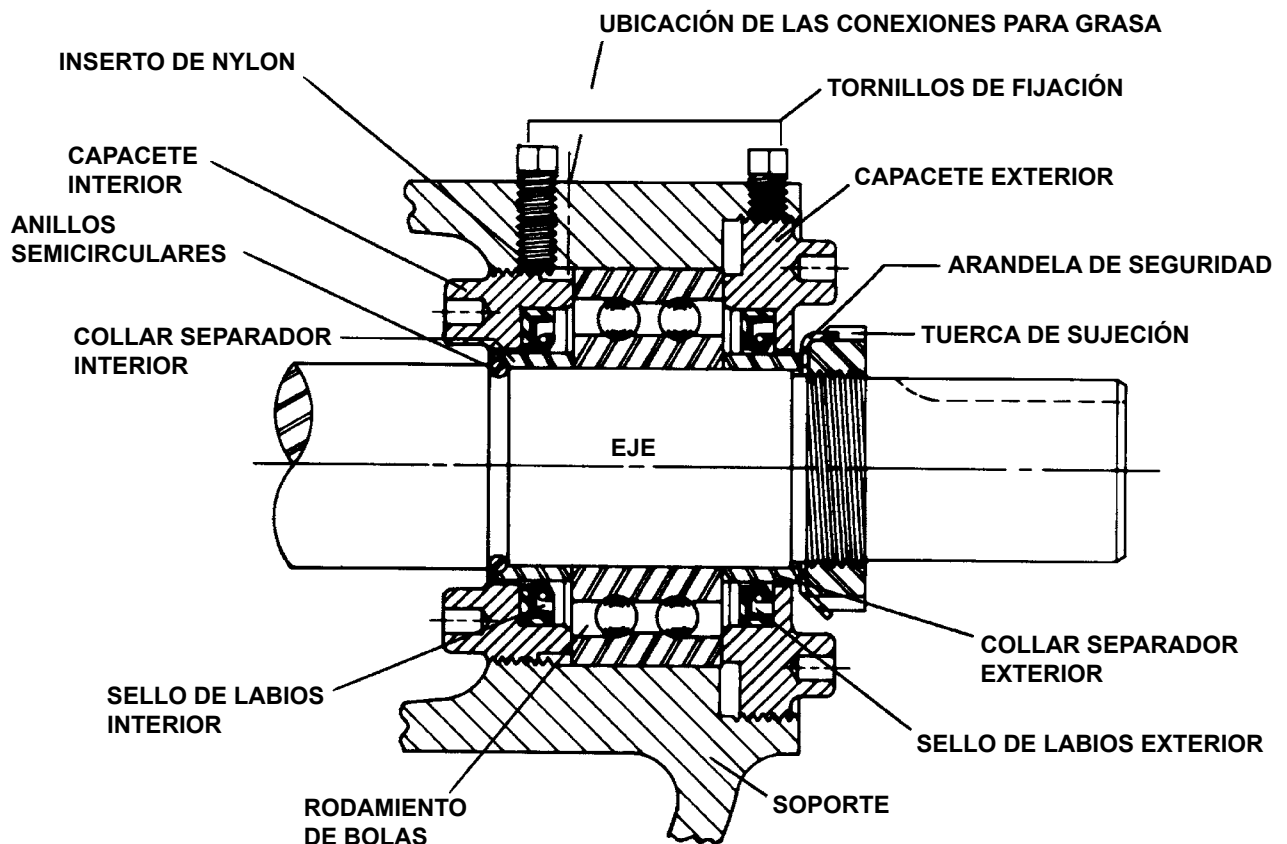

FIGURA 4
5. Golpee suavemente el eje hacia adelante aproximadamente 12,7 mm (½ pulgada) y verifique un par de anillos semicirculares de cable redondo interiores debajo del collar separador de rodamientos interior. **Consulte la Figura 4.**
8. Suelte los cuatro tornillos de fijación de los capacetes interior y exterior. Retire ambos capacetes, sello de labios y collares separadores de rodamientos. **Consulte la Figura 4.**
Coloque el par de anillos semicirculares (no se usan en Q, QS y M) en el eje y deslice el collar separador interior sobre ellos. **Consulte la Figura 4.**
NOTA: El capacete debe girarse hasta que el labio del sello suelta el extremo del collar separador en el eje o el capacete se desengrane de las roscas. **Consulte la Figura 4.**
10. Instale el sello de labios (el labio hacia el extremo del eje) y el separador de rodamientos en el capacete exterior y gírelo hacia el soporte hasta que esté apretado contra el rodamiento. **Consulte la Figura 4.**
11. Coloque la arandela de seguridad y la contratuerca en el eje. Inserte un pedazo de madera dura o latón por la apertura del puerto entre los dientes del rotor para impedir el giro del eje. Apriete la contratuerca a 163 a 203 Nm (120 a 150 pie-libras) Torsión (LS) o 203 a 258 Nm (170 a 190 pie-libras) Torsión (Q, QS, M). Doble una espiga de la arandela de seguridad en la ranura de la contratuerca. Si la espiga no se alinea con la ranura, apriete la ranura hasta que lo haga. No apretar la contratuerca o enganchar la espiga de la arandela de seguridad podría provocar una falla temprana del rodamiento y provocar daños al resto de la bomba. Retire el trozo de madera dura o de latón de la apertura del puerto.